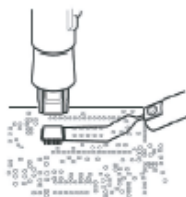

Fig. 4
2. Faites glisser le doigt extracteur (non inclus dans le kit) sous la broche du composant. (Fig. 4) Si la largeur d'un composant ne correspond pas à la taille du doigt, réglez la largeur du doigt en pressant le fil. Pour les PLCC ou petits composants comme les résistances CMS, dessoudez à l'aide de brucelles, etc.